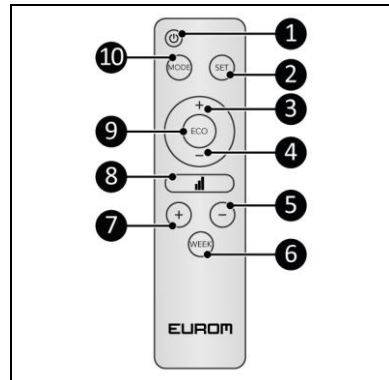

Afbeelding 5
Statusindicatie (Afbeelding 5, pos. 1):
Temperatuurindicatie (Afbeelding 5, pos. 2):
Tijdindicatie (Afbeelding 5, pos. 3):
Dagindicatie (Afbeelding 5, pos. 4):